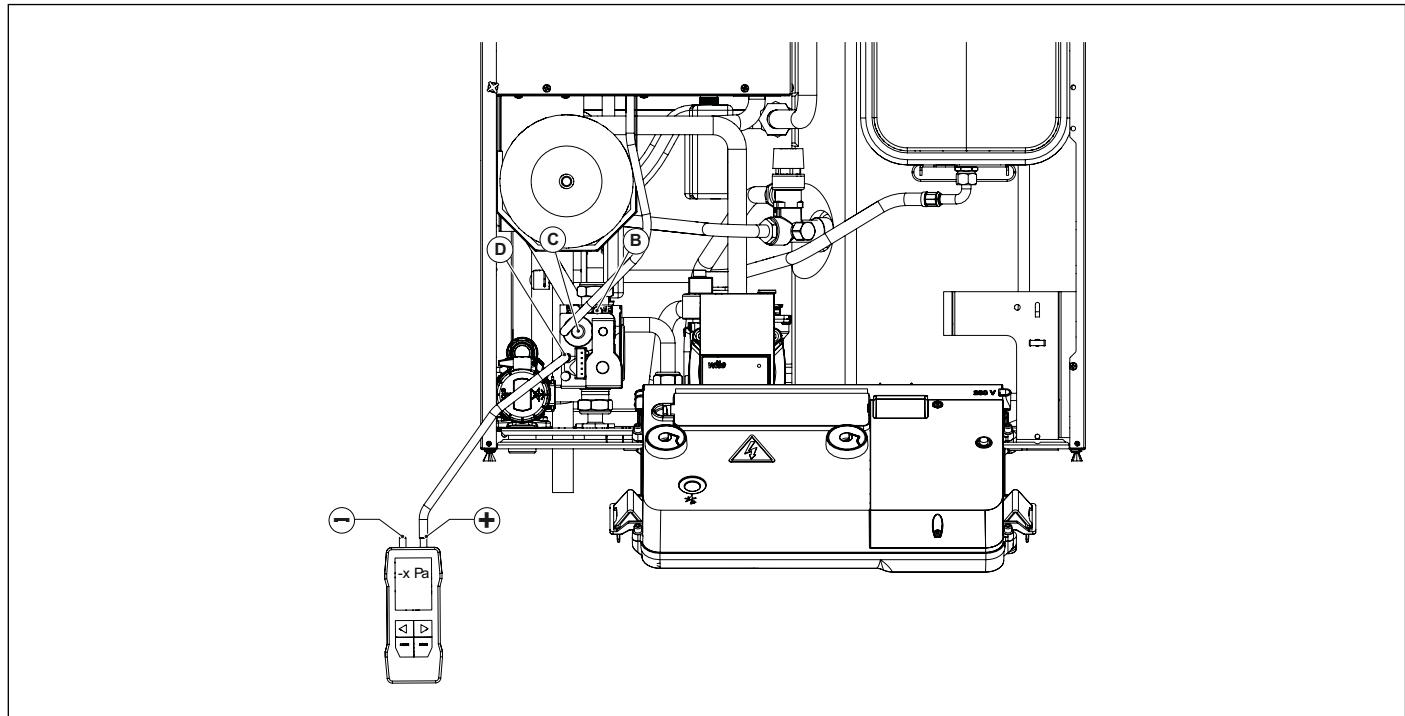

Fig. 37 Reglarea presiunii de offset
- Deschideți șurubul robinetului de presiune de offset D și conectați-l la intrarea pozitivă (*) a manometrului de presiune diferențială (a se vedea Fig. 37 Reglarea presiunii de offset).